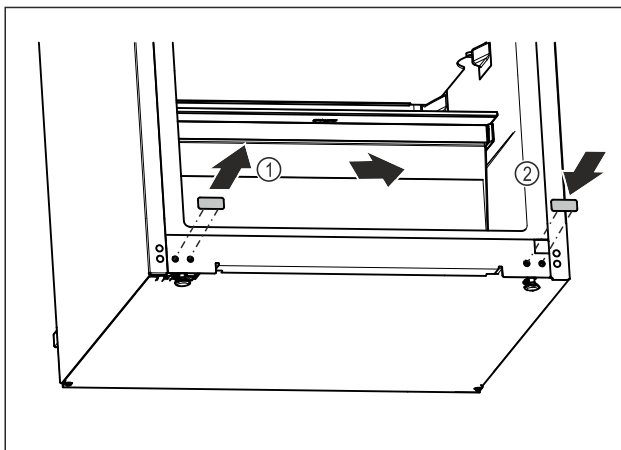

Fig. 12
- ▶ Estrarre il coperchio a tappo. Fig. 12 (1)
- ▶ Inserire il coperchio a tappo sul lato opposto. Fig. 12 (2)